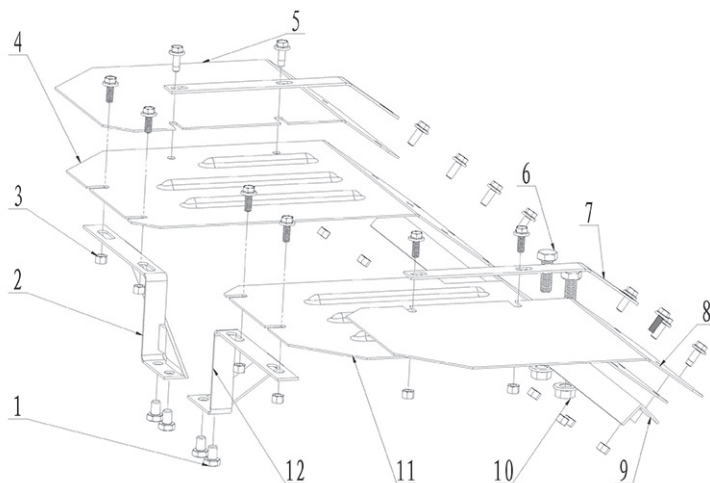

рис.6
### 3.1 Установка брызговиков (см.рис.6)
- прикрутить двумя болтами (рис.6 поз.6) уголок (рис.6 поз.9) к основанию культиватора;
- закрепить на основании четырьмя болтами (рис.6 поз.1) два кронштейна (рис.6 поз.2 и
- прикрутить нижние брызговики (рис.6 поз.4 и 11) к уголку и кронштейнам;
- наложить на нижние брызговики верхние (рис.6 поз.5 и 8), совместив крепёжные отверстия;
- наложив сверху пластины (рис.6 поз.7), скрепить брызговики болтами.